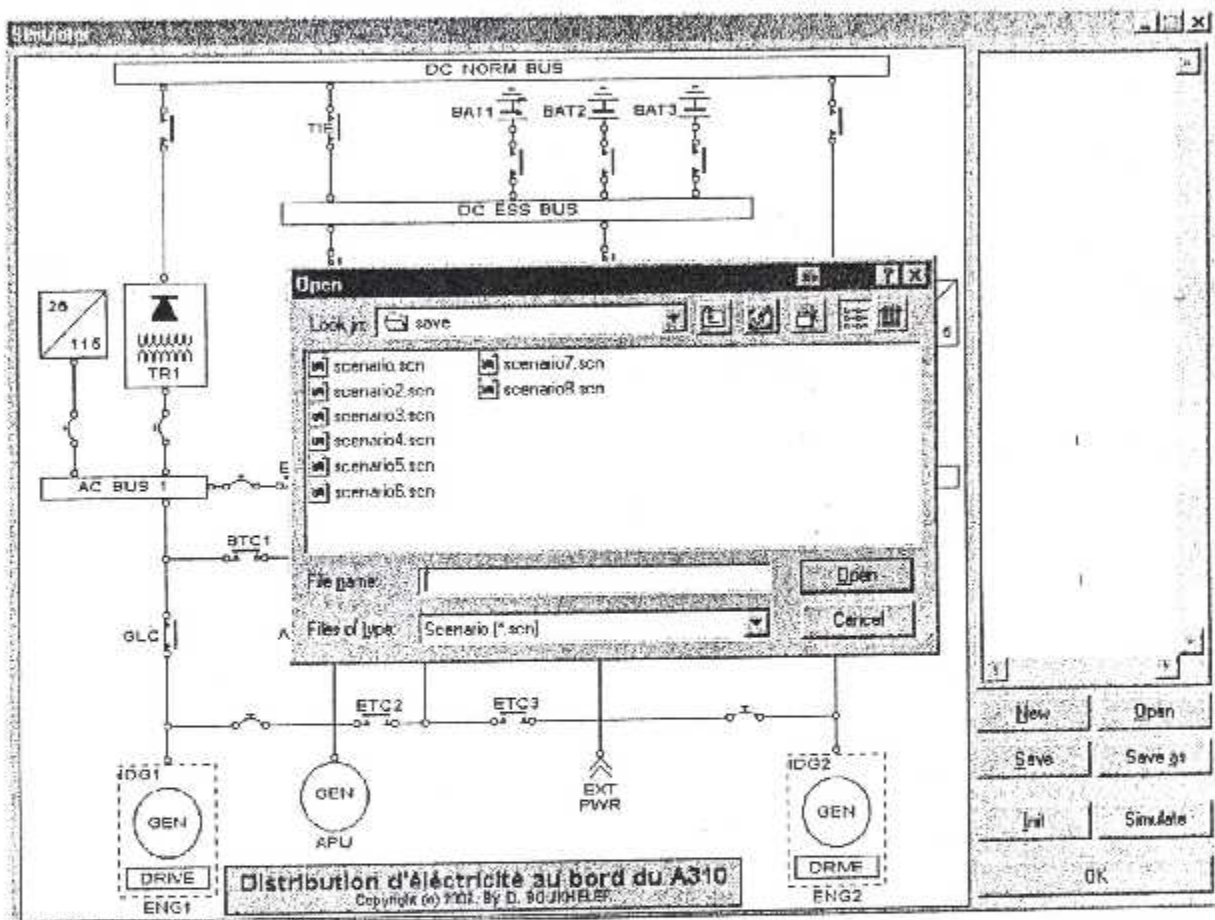

figure annexe 02
- Open : de ce bouton permettia d'ouvrir une fenêtre pour choisir le scinario de simulation voir figure annexe 02.